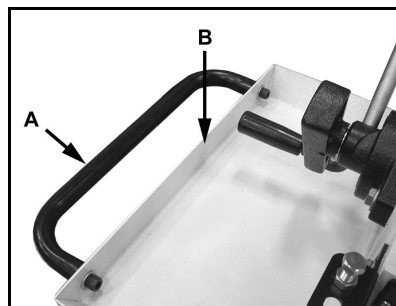

Fig 5
Fixer la poignée (A, Fig 5) au bac à copeaux (B) avec 2 vis à 6 pans creux et rondelles.